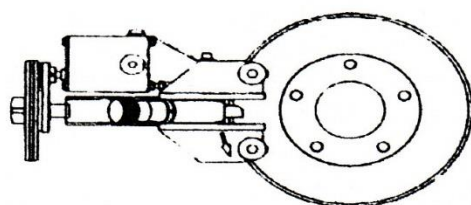

Fig. 40
2. При необходимости переверните BL-718 на 180°, при этом подача питания окажется снизу, рис. 40.